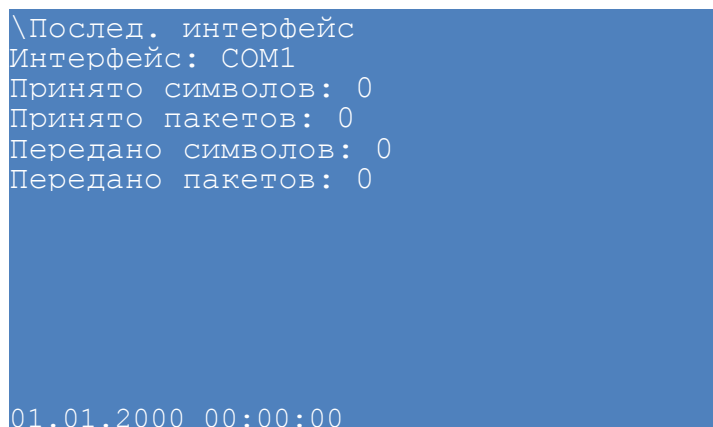

Рисунок 56 – Внешний вид пункта меню **Последовательный интерфейс**
2.7.4.2.1 Пункт меню **Последовательный интерфейс** отображает количественные параметры выбранного интерфейса связи (см. рисунок 56). Выбор интерфейса связи: кнопки «◀» и «▶».